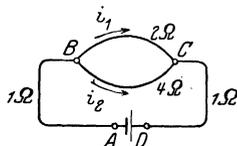

Abb. 14. Schaltung zu Aufgabe 73.
73. Ein Element, dessen EMK 1,8 [1,43] V und dessen innerer Widerstand $\frac{1}{6}$ [0,5] Ω beträgt, wird, wie Abb. 14 zeigt, durch zwei